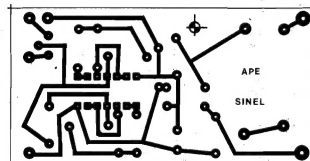

Fig.2
- FIG. 2 - O LAY OUT DO CIRCUITO IMPRESSO - Como sempre fazem os nossos "leiautistas", o padrão cobreado de ilhas e pistas do Impresso específico para a SINEL também foi parametrado para atender à dualidade "compactação sem espesimento"... As razões são simples: quanto menor fica uma placa, menor o seu custo final e mais "elegante" o resultado da montagem... Por outro lado, quanto menos "espremido" ficar o lay out das partes cobreadas, menores serão as dificuldades de montagem impostas ao principiante! Para quem acompanha APE assiduamente, não é difícil notar que nossos desenhistas conseguem façanhas tipo "enfiar 8 pessoas num fusquinha sem que ninguém fique ba-